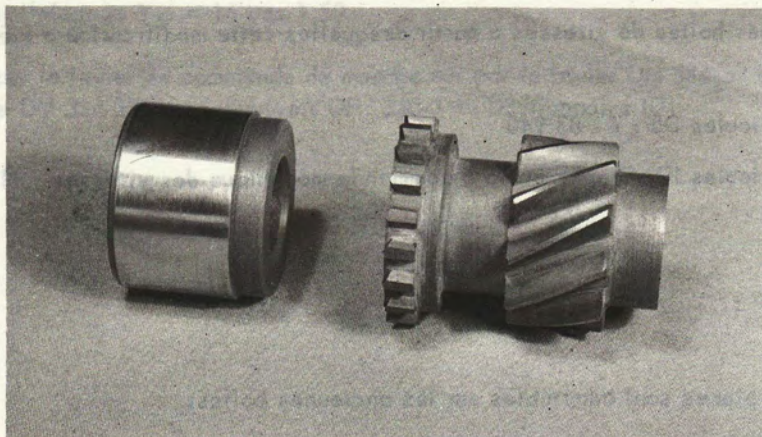

Fig. 1
c) Pour assurer un engagement correct de la marche arrière, diminuer de 0,5 mm l'avant du bossage de la fourchette de marche AR (voir fig. 1).